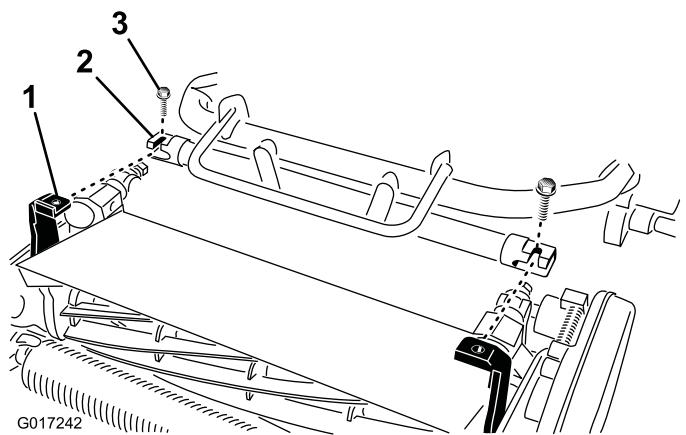

図 10
4. トラクションユニットのフレーム図10を前方に引き出してカッティングユニットのピボットアームに接続する。
5. トラクションユニットのフレームをカッティングユニットのピボットアームに固定する3/8 x 3/4インチのボルト2本を使用する図10。